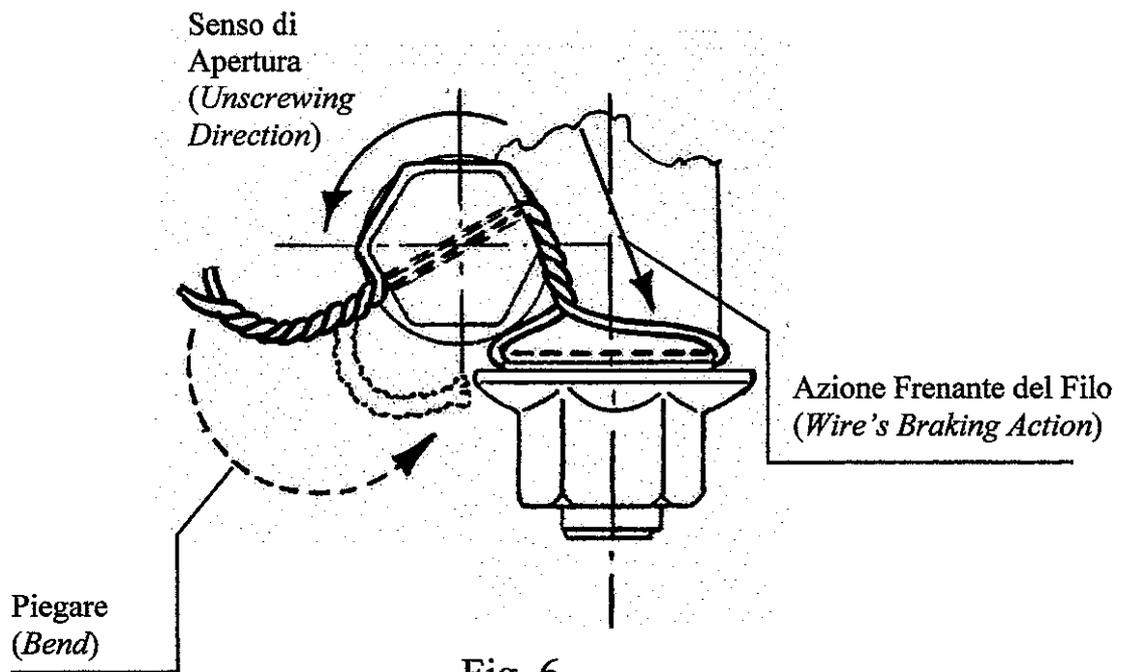

Fig. 6
d.4) Riunire gli estremi liberi del filo di frenatura ed attorcigliarli per il resto della lunghezza, in modo da ottenere da un minimo di 4 ad un massimo di 6/7 avvolgimenti (vedi fig. 6);
d.5) Piegare l'estremità libera della frenatura attorno alla testa della vite forata (come indicato in fig.6), in modo da evitare sporgenze dannose;
d.4) Join the two free ends of the safety lock wire and twist them for the remaining length, in order to have a minimum of 4 up to a maximum of 6/7 turns (see fig. 6);